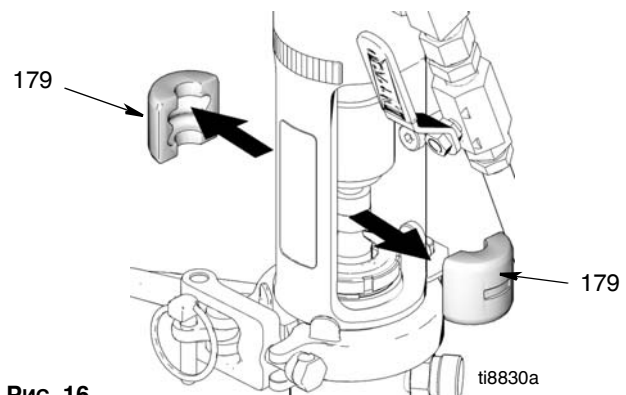

Рис. 16
6. (Рис. 16) Снимите штоковые соединители (179).